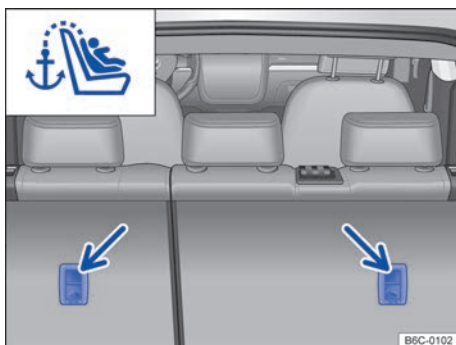

Fig. 42 Olhalis de retenção para o cinto de fixação superior no lado de trás do banco traseiro.
- Caso seja fornecido juntamente com a cadeira de criança, colocar o cinto de fixação superior (Top Tether) da cadeira de criança entre o encosto do banco traseiro, fixando-o no terminal de engate existente na parte posterior do encosto do banco → Fig. 42.